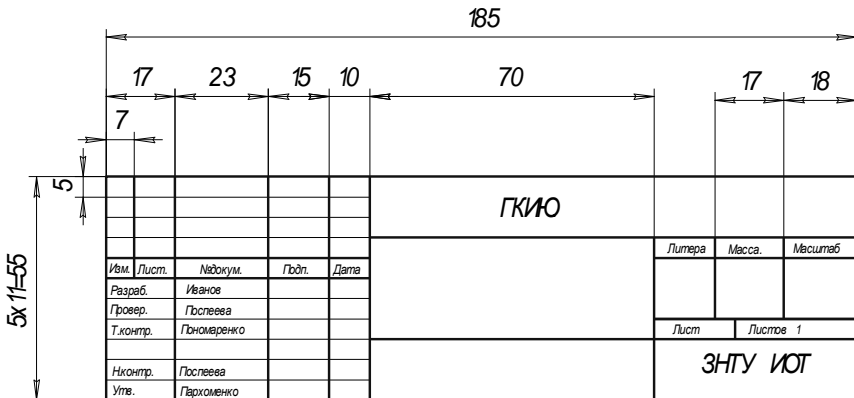

Рисунок 4.5 – Основний штамп креслення
4.3.5 Зробити активним шар “**штамп**” та виконати у ньому зображення рамки (поля: ліве – **20 мм**, інші – **5 мм**) та основного штампа згідно з рис. 4.5.